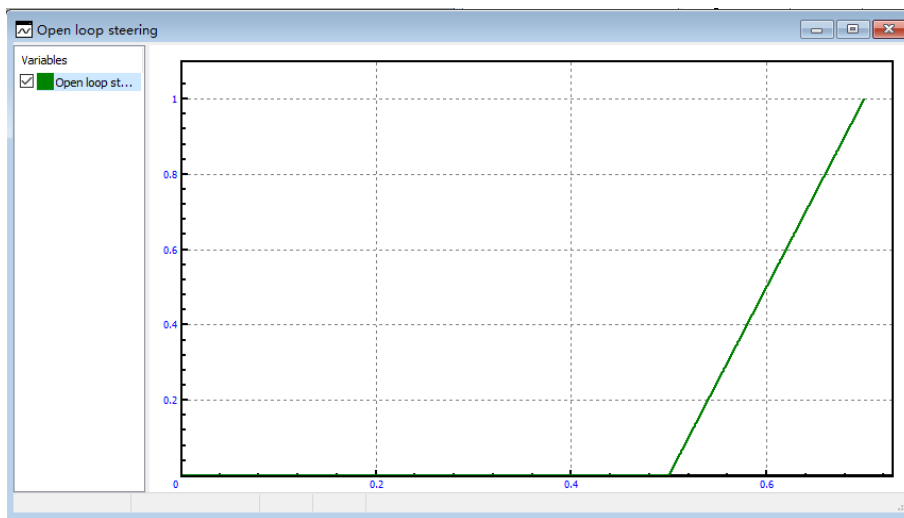

图 1.15
勾选 **Terminal control** 表示在给定的转向盘转向角曲线终了时刻（如图 1.15 所示），驾驶员突然双手放开，转向盘和转向轮会逐渐自动回正。
4. 点击 **Steer angle plot** 下方的图标, 可查看当前定义的转向盘转角时程曲线, 如图 1.15 所示。